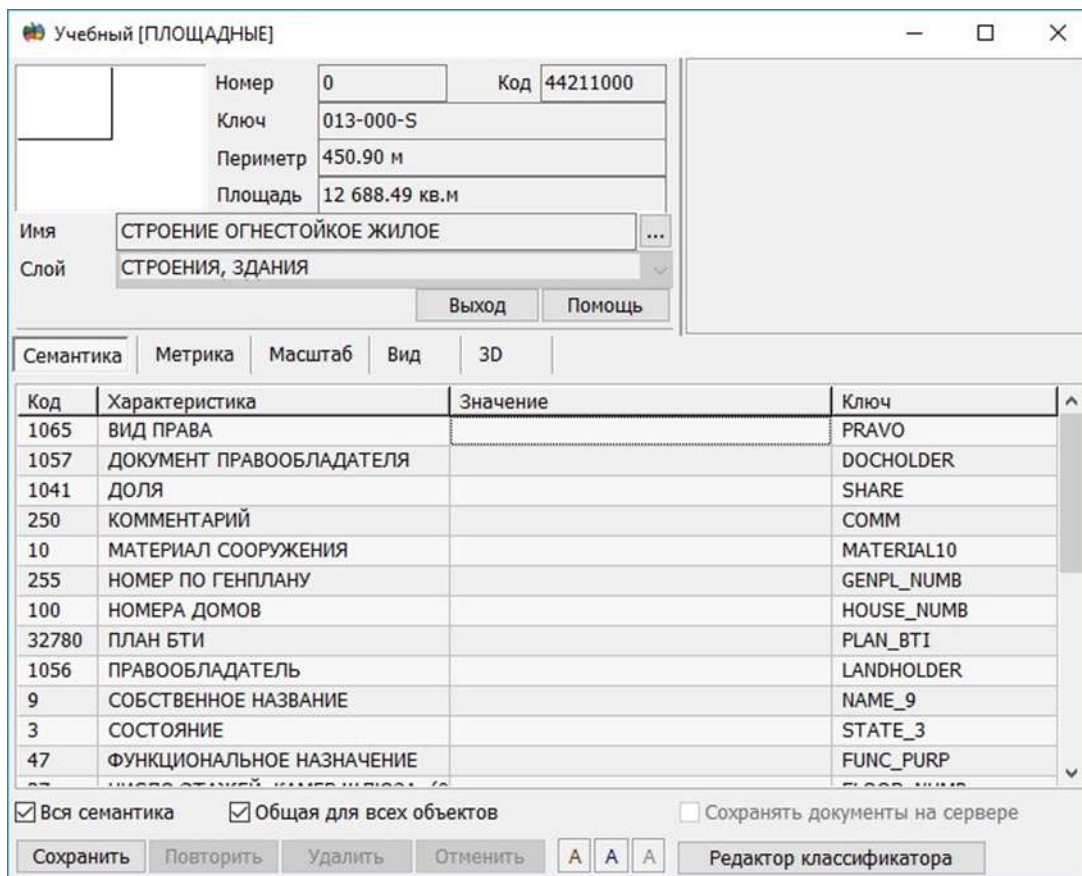

Рис. 9. Пример перечня характеристик семантической информации
13. При векторизации объектов плана для каждого объекта должна быть введена семантическая информация (рис. 9).